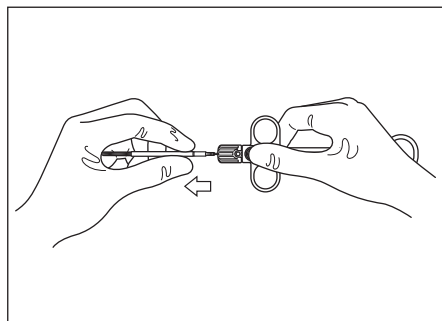

図 3.15
2. スライダのボタン（赤）を押しながら操作ワイヤを引っ張り、操作部を取りはずします。（図 3.15 参照）